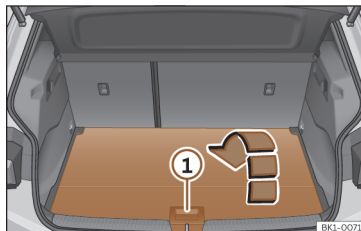

Abb. 137 Im Gepäckraum: Zweiten Gepäckraumboden öffnen.
- Zum Öffnen den Haltegriff » » **Abb. 137** **!** greifen und den hinteren Teil des Gepäckraumbodens in Pfeilrichtung nach vorne klappen.